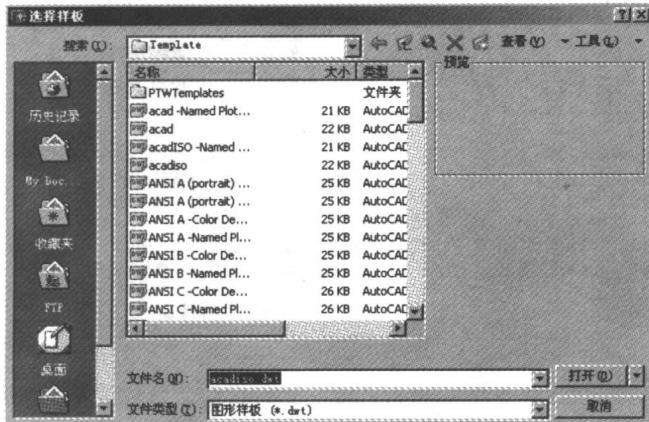

图1-2 【选择样板】对话框
1. 选择【文件】/【新建】命令，或者单击【标准】工具栏中的 \square 按钮，打开【选择样板】对话框，如图 1-2 所示。